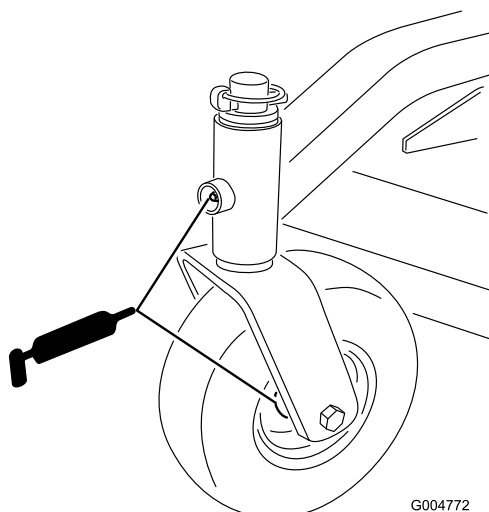

Bild 15
- Vordere Laufrad-Spindelbüchsen (Bild 15)
- Vordere und hintere Laufradlager (Bild 15)